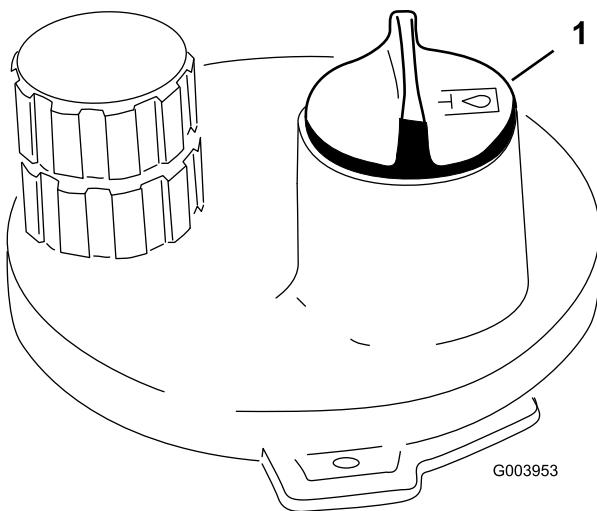

Figure 37
3. Nettoyez la surface autour du goulot et du bouchon de remplissage du réservoir hydraulique (Figure 37). Enlevez le bouchon du goulot de remplissage